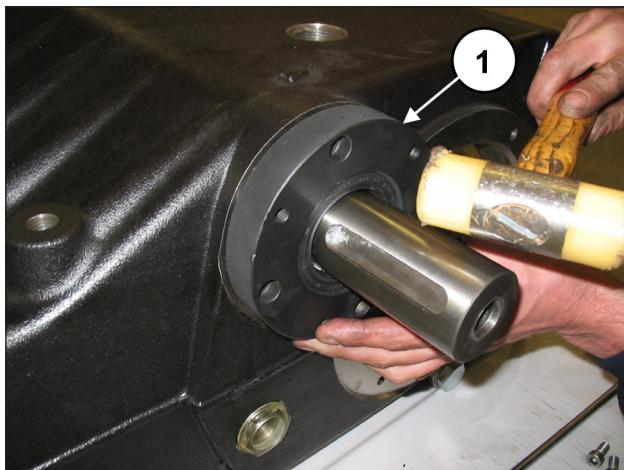
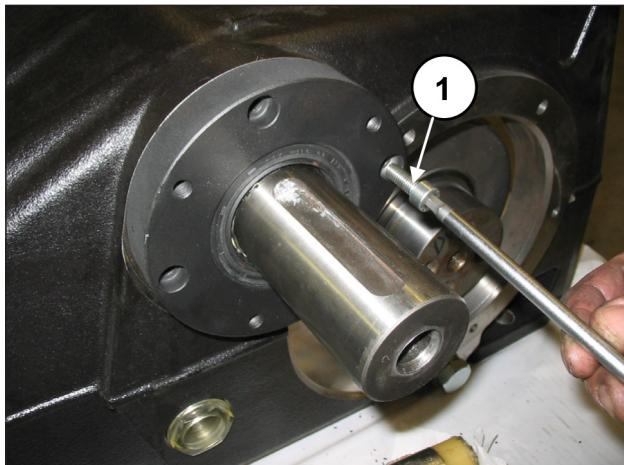

Fig. 67
Fig. 68
Montar una primera tapa del cojinete PTO (derecha o izquierda) con el retén en el cárter de la bomba utilizando la herramienta cód. 27539500 (pos. ①, Fig. 67) y fijarla con los 4 tornillos M8x30 (pos. ①, Fig. 68).
Montar la tapa del cojinete PTO que falta en el cárter de la bomba (pos. ①, Fig. 67) y fijarla con 4 tornillos M8x30 (pos. ①, Fig. 68).